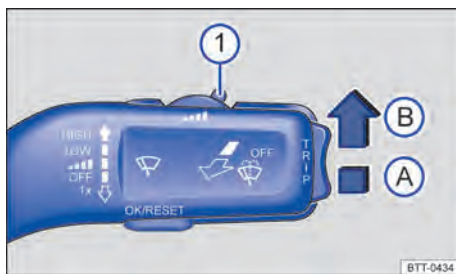

Fig. 88 À direita da coluna de direção: alavanca dos limpadores do para-brisa.
Pressionar a alavanca para a posição desejada → Fig. 88:
A sensibilidade do sensor de chuva e de luz pode ser ajustada manualmente com o interruptor na alavanca dos limpadores do para-brisa → Fig. 88 ① → ⚠.